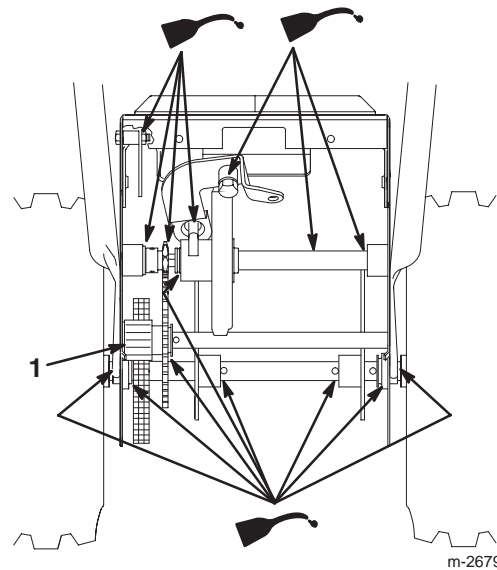

Figure 37
6. Lubrifiez légèrement la déneigeuse avec de l'huile légère comme illustré aux Figures 37 et 38.
8. Graissez légèrement l'engrenage de l'essieu (Fig. 37).